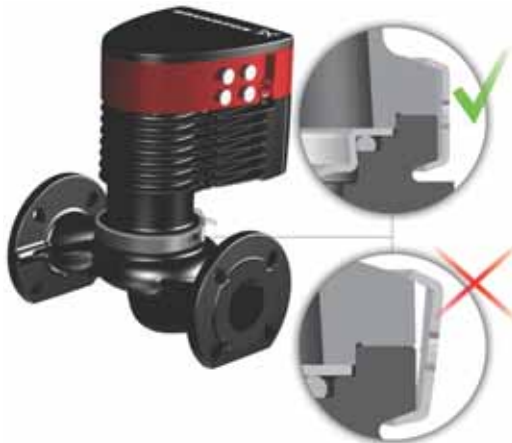

Fig. 12 Instalación del cabezal de la bomba en la carcasa de la bomba
5. Asegúrese de que la superficie de la carcasa de la bomba haya entrado en contacto con la del cabezal de la bomba antes de apretar la abrazadera. Consulte la fig. 12.
Compruebe la posición de la abrazadera antes de apretarla. Si la abrazadera ocupa una posición incorrecta, puede que la bomba sufra fugas y resulten dañadas las piezas hidráulicas del cabezal de la bomba. Consulte la fig. 12.